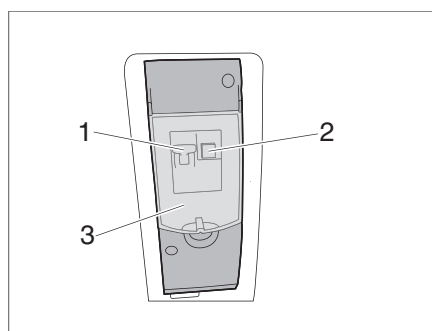

Figura 80 Fusible automático de 230 V
■ Abrir la tapa de cubierta (Figura 80,3).
La conexión de 230 V debe estar asegurada con un fusible automático de dos polos (Figura 80,1).
▷ El interruptor FI (Figura 80,2) para 230 V debe dispararse una vez al año para evitar el «bloqueo» del mecanismo y que se prolongue el tiempo de disparo.